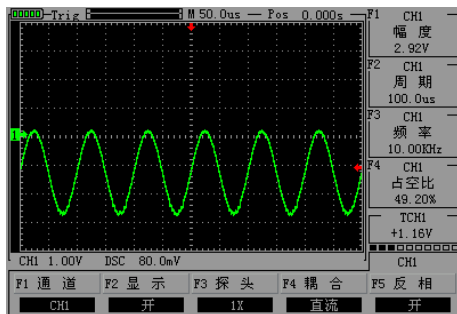

图 2-7 波形反相
- 按下“CH1” → “F5”将反相设置为“开”即可看到波形反相，如图 2-7